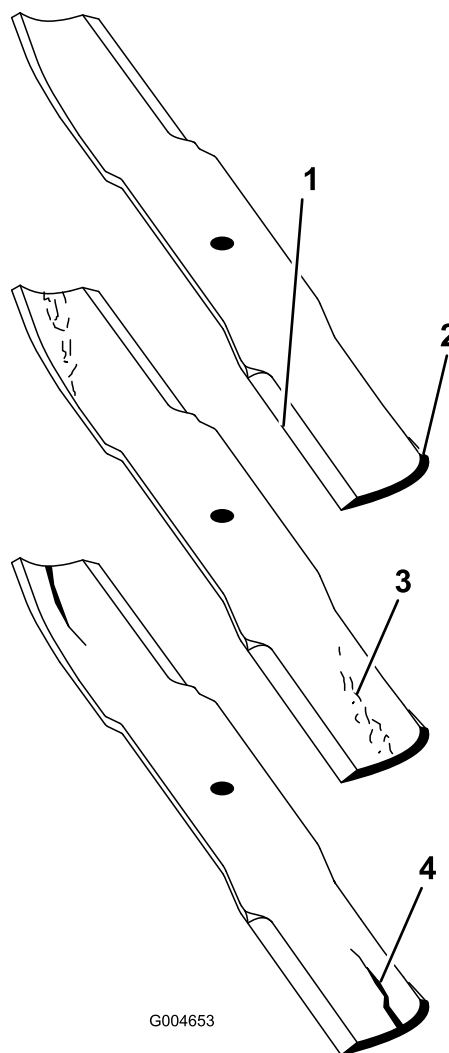

Figura 118
2. Verificate accuratamente i taglienti, con particolare attenzione ai punti d'incontro delle sezioni piatta e curva della lama (Figura 118).
Nota: Sabbia e materiali abrasivi possono consumare il metallo che connette le sezioni piatta e curva della lama, per cui si consiglia di controllare la lama prima di usare il tosaerba. Se riscontrate segni di usura (Figura 118), sostituite la lama.